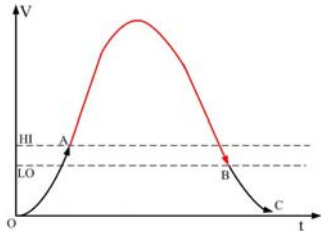

图 2: 电压继电器 2 工作原理
(2) 欠电压继电器 2: 欠电压继电器 2 的动作与欠电压继电器 1 相反。其动作原理如图 2 所示: OA、BC 段表示欠电压保护区, 欠电压继电器动作, AB 段欠电压继电器释放。合理设置 HI/L0 值可以避免在临界值的附近继电器的频繁动作。